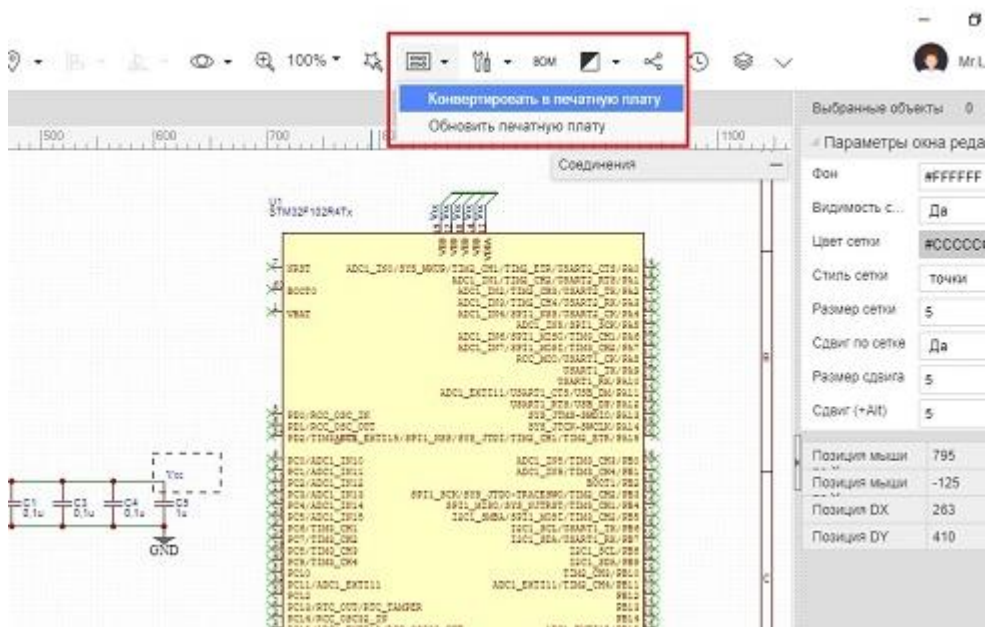

Рис.5.10 Переход в режим редактирования печатной платы
5. Работа с редактором печатной платы. После того как электрическая схема готова и её исправность подтверждена симуляцией, переходим к этапу проектирования печатной платы. Для перехода к редактору и созданию печатной платы (PCB) в верхнем меню во вкладке Конвертировать жмем Конвертировать в печатную плату (Рис.5.10).